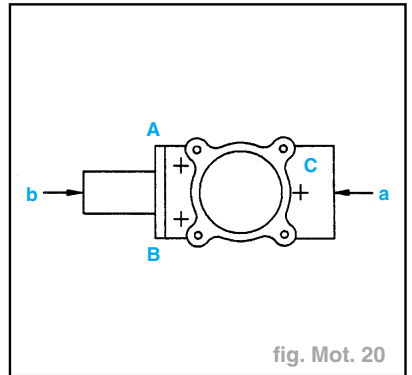

fig. Mot. 20
- Boîtier de sortie d'eau (fig. Mot. 20)